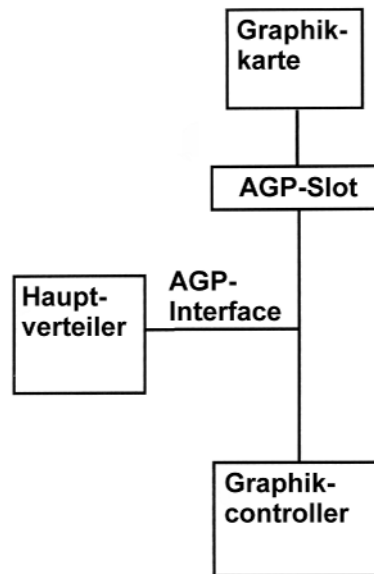

Abbildung 4.17 2 Graphik-Einrichtungen am AGP-Interface (nach: Intel)
An den Steuerschaltkreis sind über das AGP-Interface 2 Graphikcontroller angeschlossen, einer direkt auf dem Motherboard und einer auf einer Graphikkarte (Abbildung 4.17). Der Intel-Fachbegriff: *Three Load AGP*.
2. Anordnungen gemäß Abbildung 4.17 eignen sich *nicht* dazu, 2 Bildschirme gleichzeitig zu betreiben.